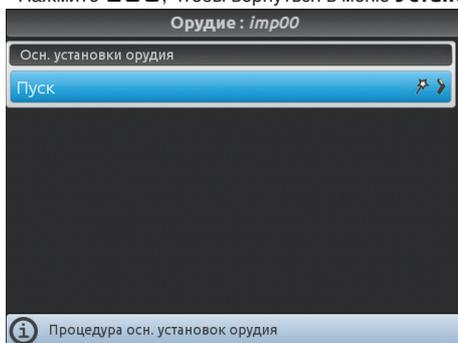

Рис. 35
- Нажмите **ESC**, чтобы вернуться в меню **Установки**. Выберите пункт **Орудие**, чтобы перейти к управляемому программированию Рис. 35.